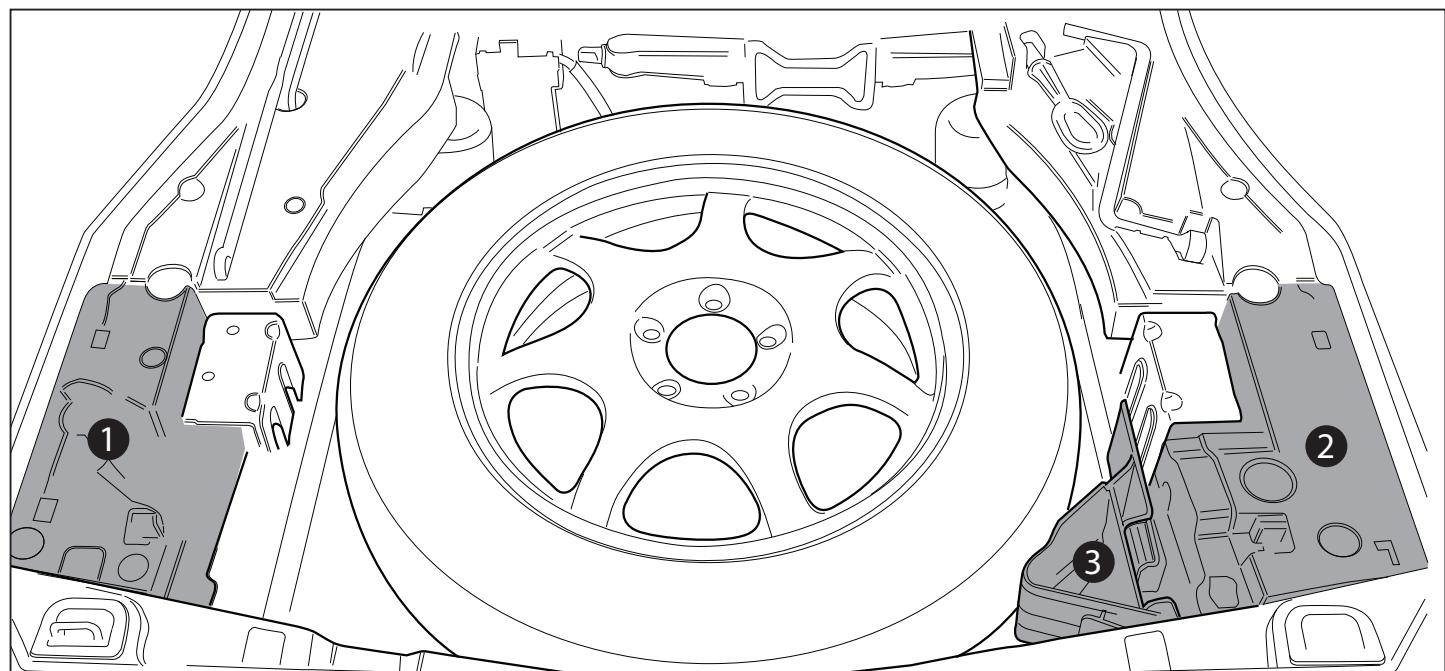

Fig. 1
3. Remove the parts indicated in figure 1.
3. Démonter les pièces indiquées sur la figure 1.
3. Снять детали, указанные в рис. 1.